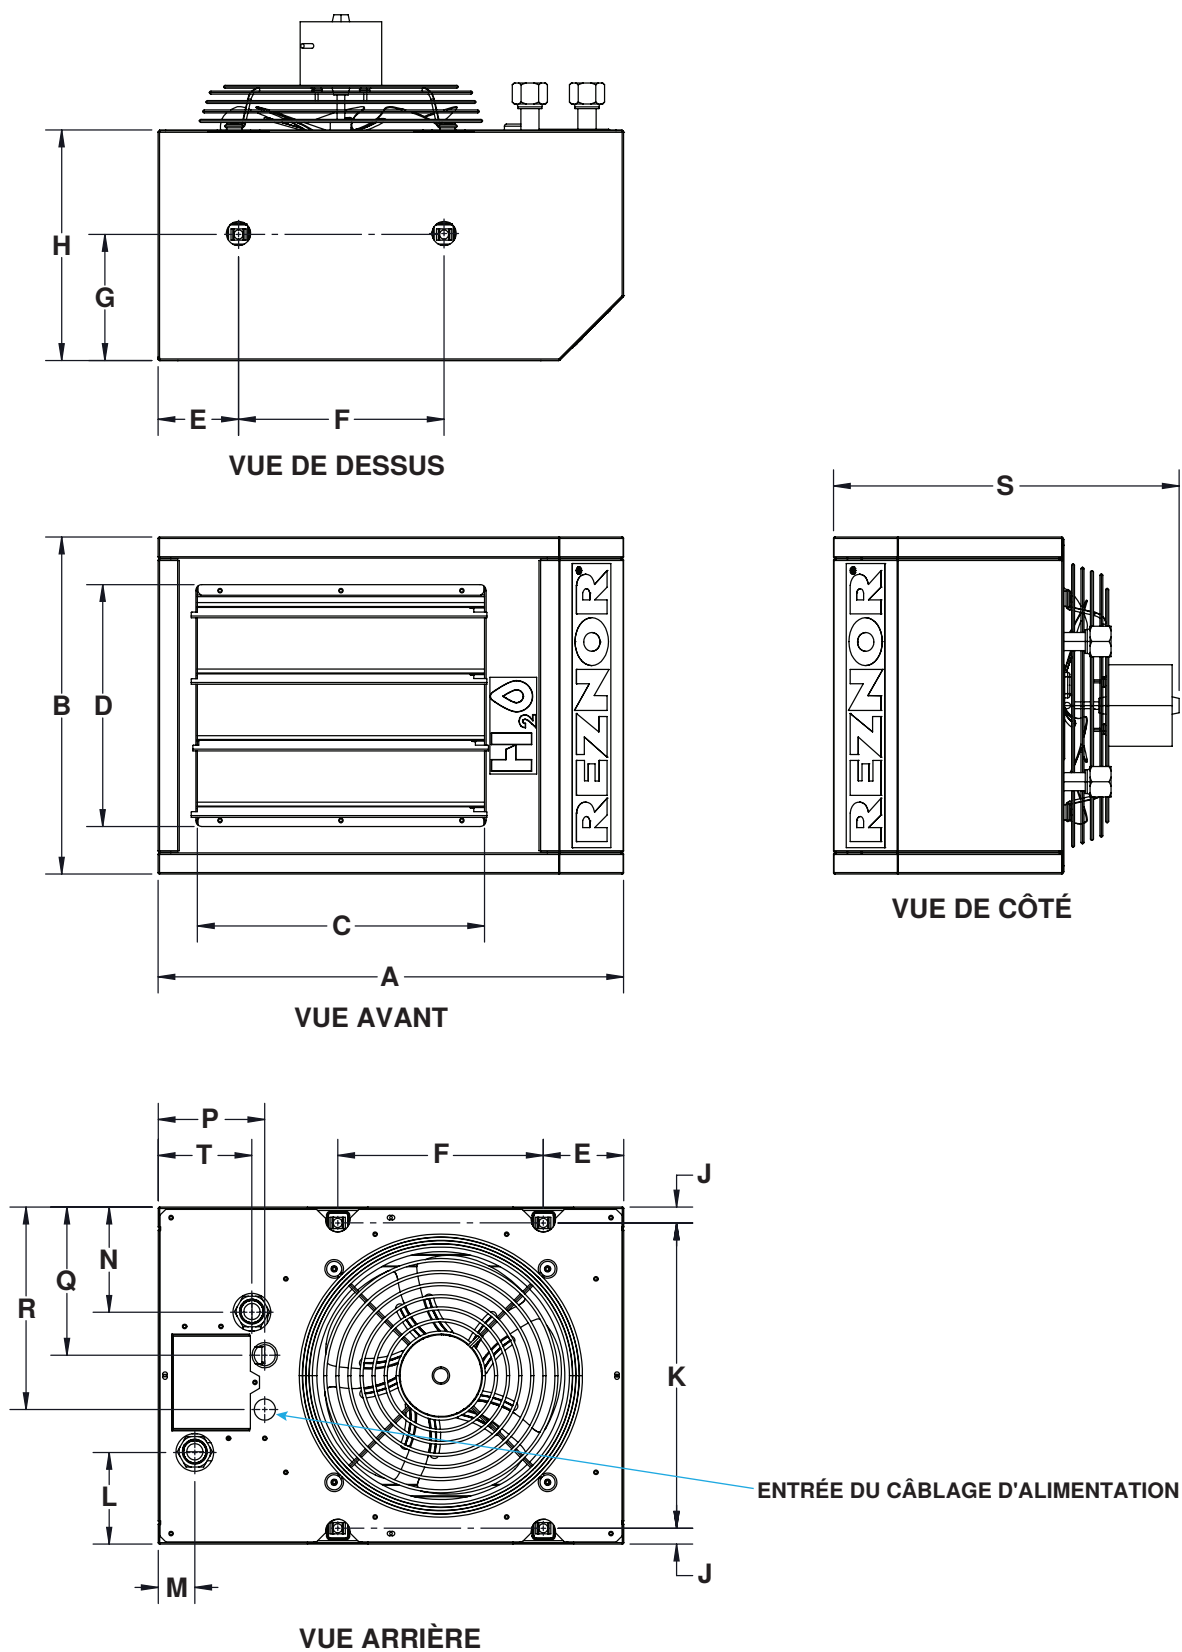

Figure 1. Dimensions (reportez-vous au Tableau 4)
*Voir Figure 1 .
Acheminez le câblage d'alimentation 115 V et tout câblage de commande 115 V à travers l'entrée de câblage illustrée à la **Figure 1** et effectuez les connexions à l'intérieur du compartiment électrique. Assurez-vous de fermer et de sécuriser la porte du compartiment électrique.